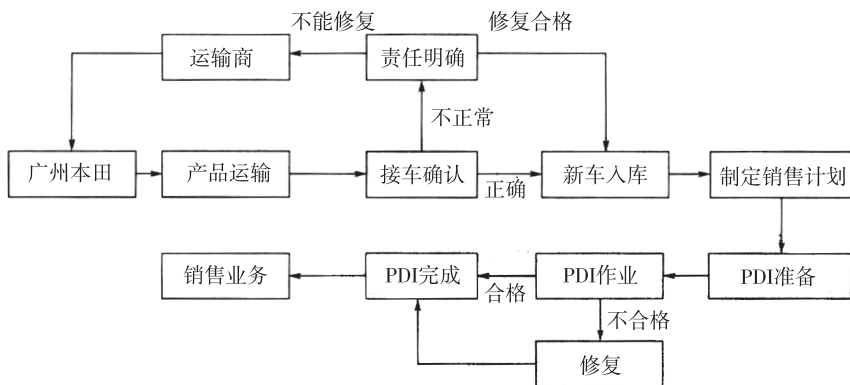

图1-4 广州本田汽车4S店PDI基本运作流程图
(2) 实施PDI的流程。特约店在实施PDI作业时,务必遵循流程。以广州本田汽车4S店为例,PDI基本运作流程图如图1-4所示。